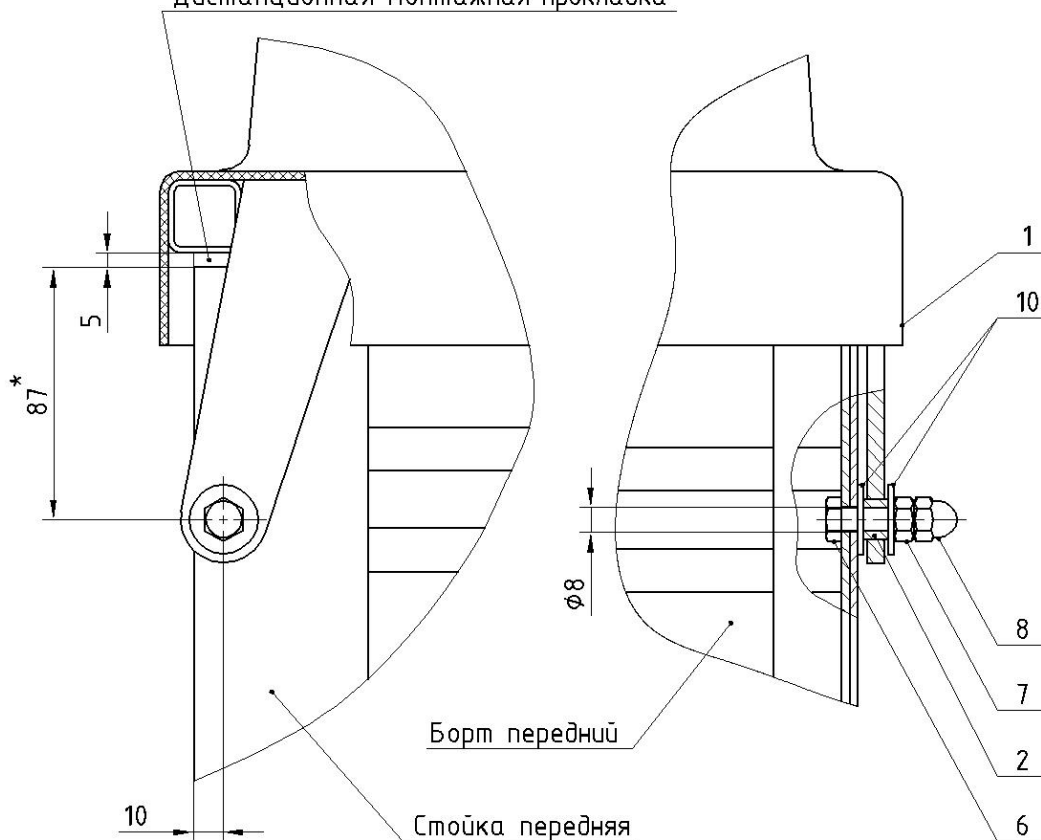

Рисунок 1.
**Гарантийный и послегарантийный ремонт осуществляется по адресу: Московская область, Ленинский район, дер. Горки д.1Б стр.2. 32км Каширского шоссе М6. Схему проезда уточнить по тел. (495) 221 00 18.**
3. Приподнять переднюю часть крышки и положить между передним бортом прицепа и передней частью рамки крышки дистанционную монтажную прокладку толщиной 5мм (рис. 1).
4. Сдвинуть крышку так, чтобы центры отверстий петель оказались в 10мм от края переднего борта, как показано на рис. 1.
5. Вставить в петли крышки втулки 2 и просверлить отверстия  $\varnothing 8$ мм через втулки, в передних стойках прицепа (рис. 1).
6. Установить в соответствующем порядке втулку 2, шайбы 10, болт 6 и гайки 7 и 8 как показано на рис. 1.